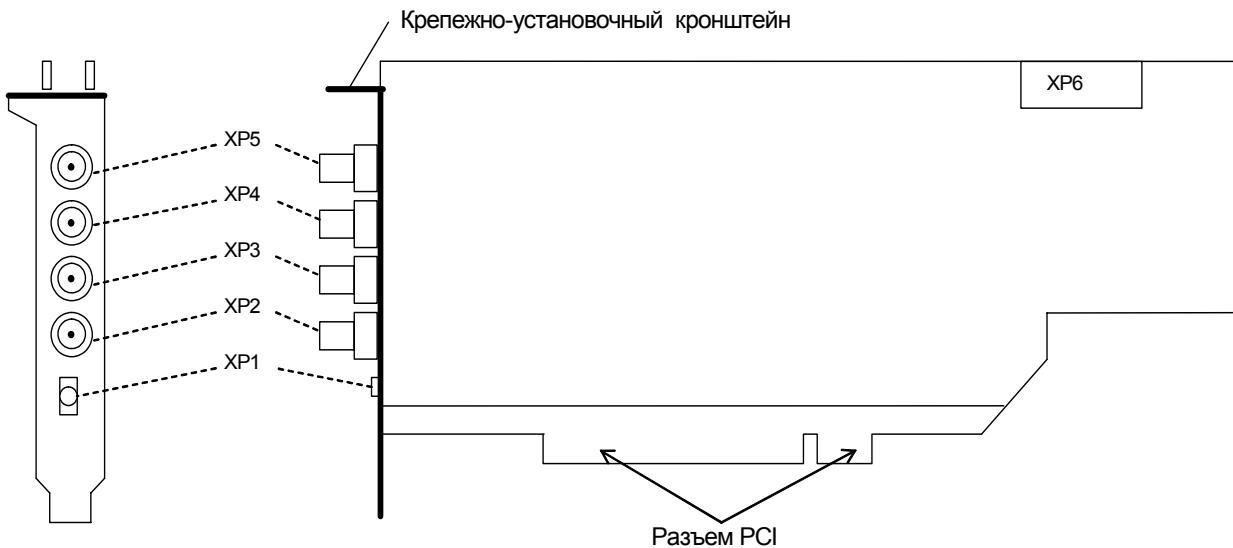

Рис. 4.1. Схема расположения разъёмов.
4.2.5. Для предотвращения выхода из строя платы ЛА-н1PCI на входные разъемы необходимо подавать сигналы с параметрами, указанными в таблице (Таблица 4. 1). Расположения разъёмов указано на рисунке (Рис. 4.1).